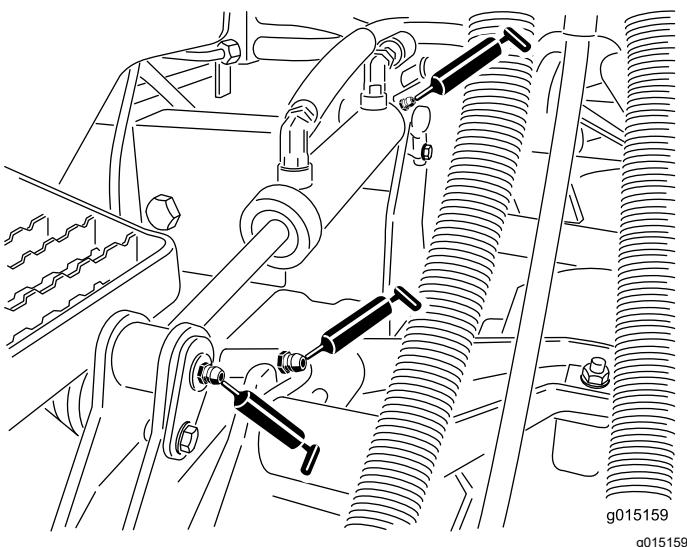

Figure 115
- Bagues de vérin de levage (2 par unité de coupe), voir Figure 115
- Bagues de bras de levage (1 par unité de coupe), voir Figure 115